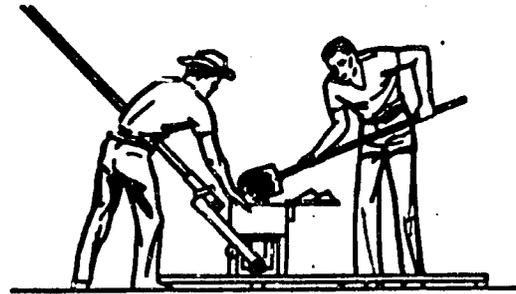

FIG. 8 - Remplissage de la boîte
- (c) Verser la quantité convenable du mélange terre-ciment dans la boîte (voir Figure 8). Le surveillant doit